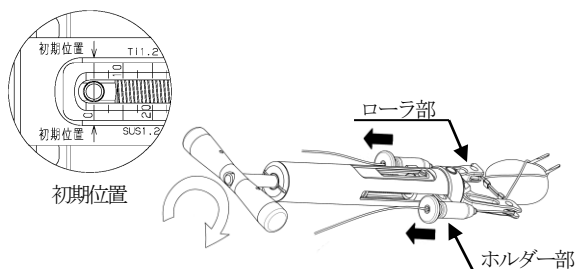

図 16
- 6) ケーブルテンショナー (ダブル) の目盛りが初期位置にあることを確認し、ケーブルをケーブルテンショナー (ダブル) の先端ローラ部にかけ、ケーブルホルダー部に通します。その後、ケーブルのたるみを取り除きます。テンショナー先端、ケーブル、スリーブ部を一直線上に配置し、ハンドルを右回転させ、ケーブルに張力をかけていきます。(図 16) ケーブルが滑り、張力が適切にかからない場合、テンショナーのハンドルを左回転させて初期位置に戻した後、スベアホルダーを接続し、ケーブルのたるみを除去した後、再度ハンドルを右回転させ張力をかけていきます。